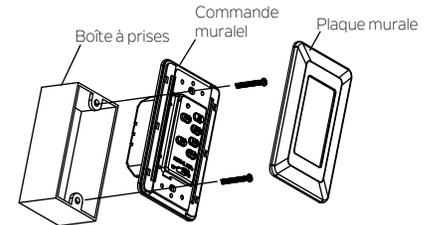

Fig. 23
Étape 2. Utiliser les vis (fournies) pour fixer la commande murale à la boîte à prises. (Fig. 23)